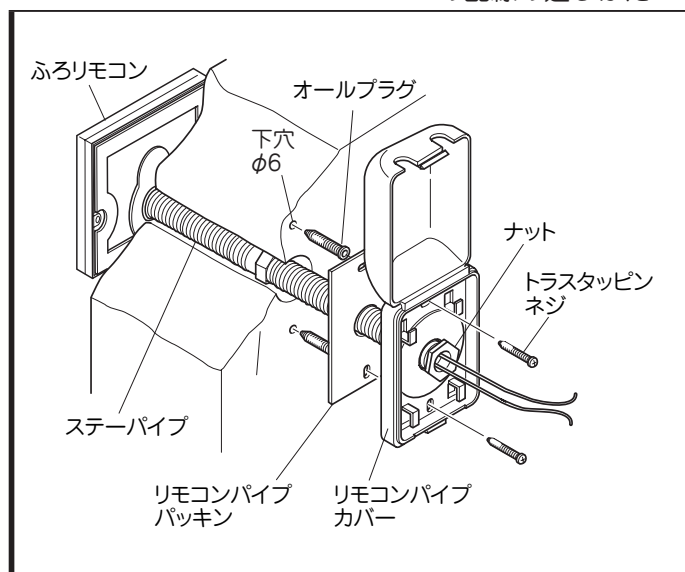

図7 ステーパーパイプに締め付ける
- (9) リモコンパイプカバーの中で閉端接続子を使用してリモコンコードを接続します。(図7)